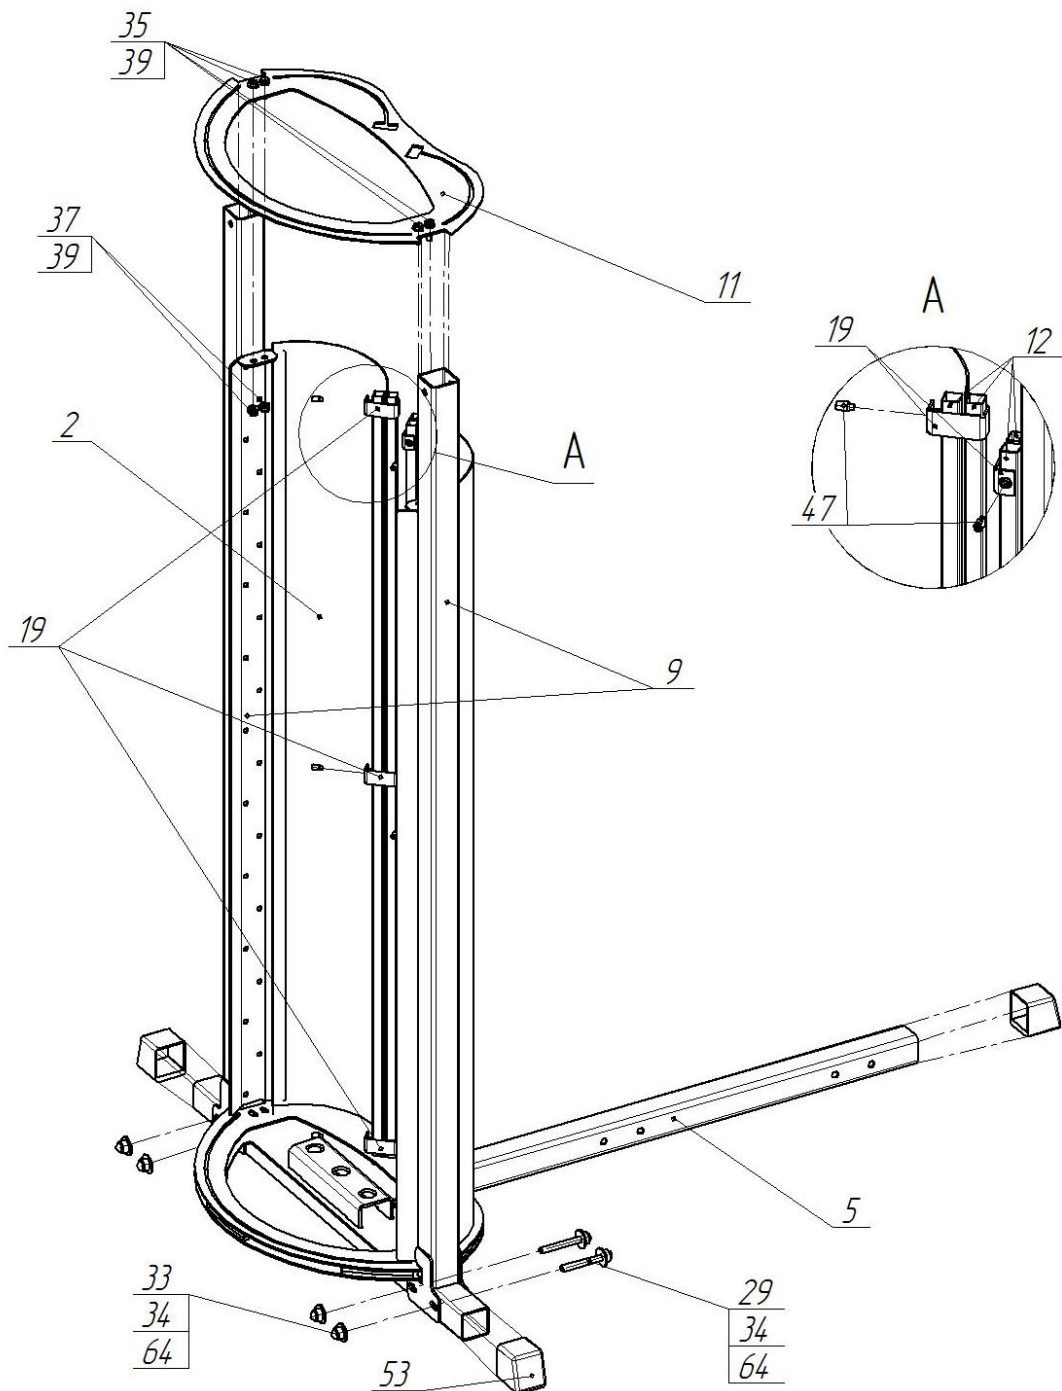

Рис.4. Схема сборки этапа №1
1. Состыковать раму (5) со стойками (9) болтами М12 (29) с шайбами 12 (34) и гайками М12 (33), сдвинув стойки до упора в нижней части, проверить вертикальность и затянуть. При сборке использовать инструмент Б. Наденьте колпачки болта М12 (64) с каждой стороны.
2. Установите 3 опорные лапы (53) как показано на рис.4. Используйте молоток(К), забивать следует через деревянный брусок;
3. Установите пластину (11), как показано на рис.4. Опустите её до упоров на стойках. Вставьте болты М10 (35) с шайбами (39) в отверстия пластины. Наживите гайки М10(37) с шайбами (39) на болты.